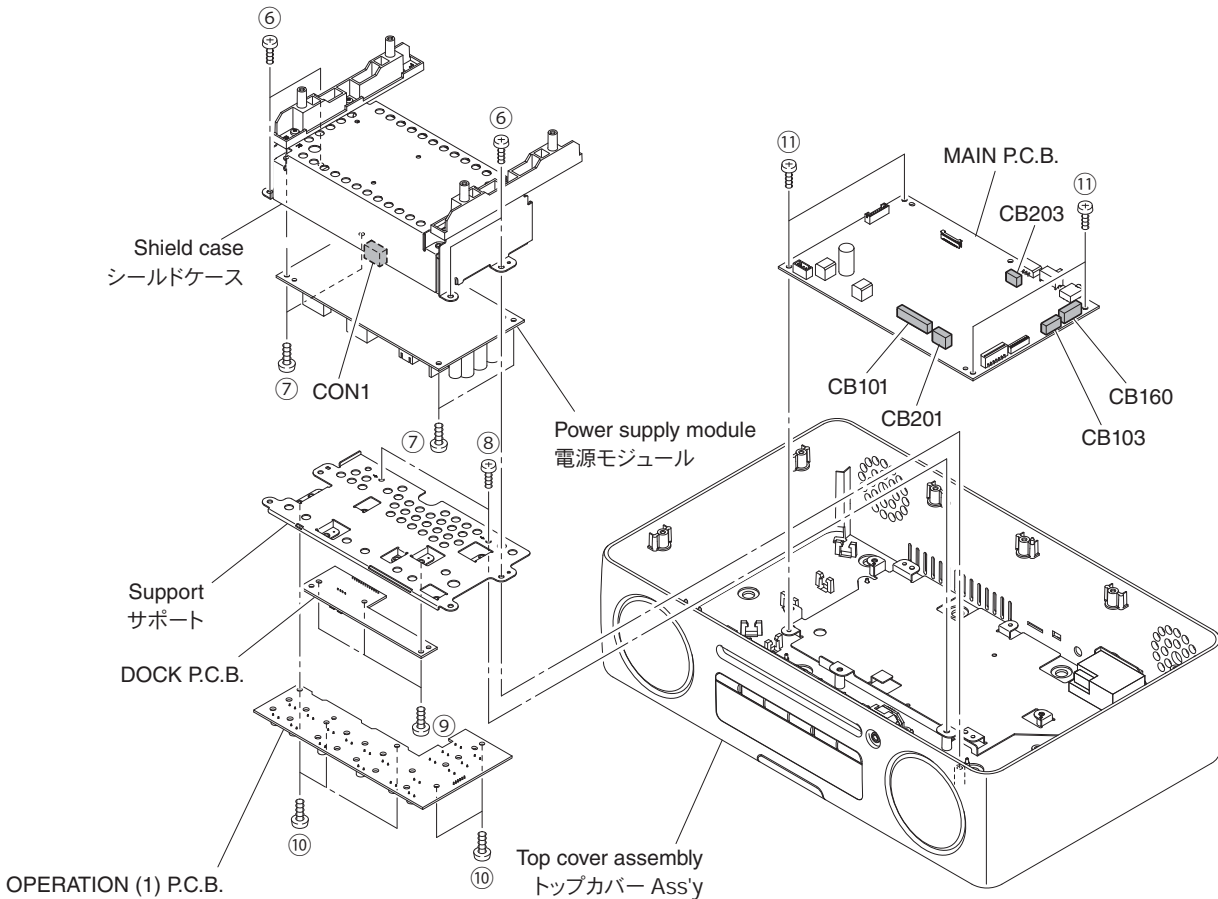

Fig. 3
- a. Remove 4 screws (⑥). (Fig. 3)
- b. Remove CB201. (Fig. 3)
- c. Remove the shield case together with the power supply module. (Fig. 3)
- d. Remove 4 screws (⑦). (Fig. 3)
- e. Remove CON1. (Fig. 3)
- f. Remove the power supply module. (Fig. 3)
6. Removal of DOCK and OPERATION (1) P.C.B.s
- a. Remove 2 screws (⑧). (Fig. 3)
- b. Remove CB101 and CB103. (Fig. 3)
- c. Remove the support together with the DOCK and OPERATION (1) P.C.B.s. (Fig. 3)
- d. Remove 3 screws (⑨). (Fig. 3)
- e. Remove the DOCK P.C.B. (Fig. 3)
- f. Remove 5 screws (⑩). (Fig. 3)
- g. Remove the OPERATION (1) P.C.B. (Fig. 3)
- a. Remove 4 screws (⑪). (Fig. 3)
- b. Remove CB160 and CB203. (Fig. 3)
- c. Remove the MAIN P.C.B. (Fig. 3)
- a. ⑥のネジ4本を外します。(Fig. 3)
- b. CB201を外します。(Fig. 3)
- c. シールドケースを電源モジュールと一緒に外します。(Fig. 3)
- d. ⑦のネジ4本を外します。(Fig. 3)
- e. CON1を外します。(Fig. 3)
- f. 電源モジュールを外します。(Fig. 3)
6. DOCK、OPERATION (1) P.C.B.の外し方
- a. ⑧のネジ2本を外します。(Fig. 3)
- b. CB101、CB103を外します。(Fig. 3)
- c. サポートをDOCK、OPERATION (1) P.C.B.と一緒に外します。(Fig. 3)
- d. ⑨のネジ3本を外します。(Fig. 3)
- e. DOCK P.C.B.を外します。(Fig. 3)
- f. ⑩のネジ5本を外します。(Fig. 3)